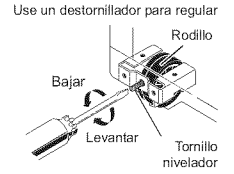

Figura 2.
- Si el refrigerador tiene rodillos con tornillos niveladores, vea la figura 2.